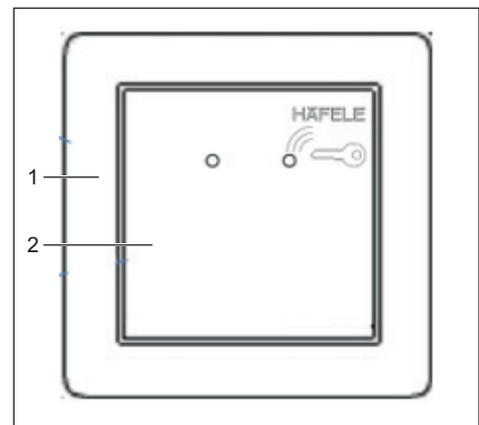

Abb. 2: Leser WRU 220 mit Rahmen
4. Schalterrahmen (Abb. 2/1) mit der gelieferten Abdeckung (Abb. 2/2) auf dem Leser fixieren.